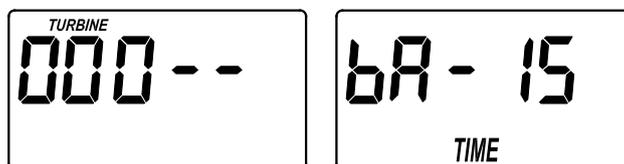

Рис. 20
1. Нажмите и удерживайте 3 секунды кнопку выбора SELECT пока на дисплее не появится «000- -». Затем нажмите кнопку выбора SELECT снова, чтобы перейти к программированию продолжительности обратной промывки (см. рис.20).